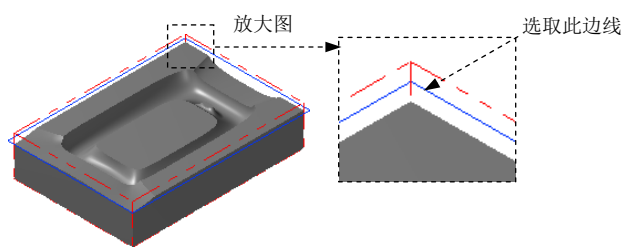

图 23.19 选取切削范围边线
(2) 设置加工边界。在 **Containment boundary** 区域中单击 **鼠标** 按钮，系统弹出“串连选项”对话框。在图形区中选取图 23.19 所示的边线，然后单击 **✓** 按钮，系统返回至“刀具路径的曲面选取”对话框。